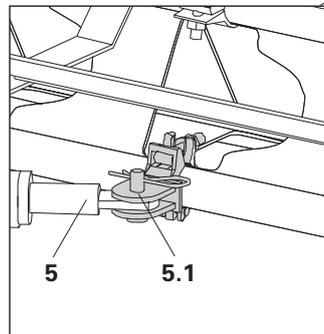

Fig. A2.15.1
2. Fixer les étais de réglage à l'aide d'axes et de goupilles de sécurité. (Fig. A2.15.1)